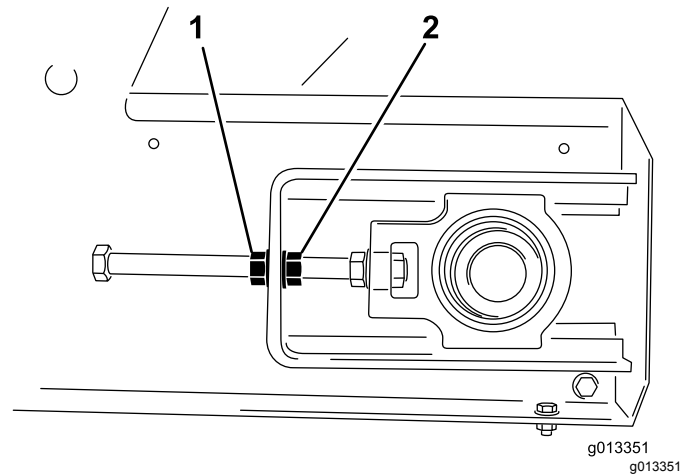

Figura 55
la tuerca más próxima al extremo de la varilla (Figura 55).
3. En el lado hacia el cual se desvía la cinta, sujete el extremo de la varilla tensora, luego afloje la contratuerca y apriete la tuerca de ajuste 2 caras de la tuerca (Figura 55).